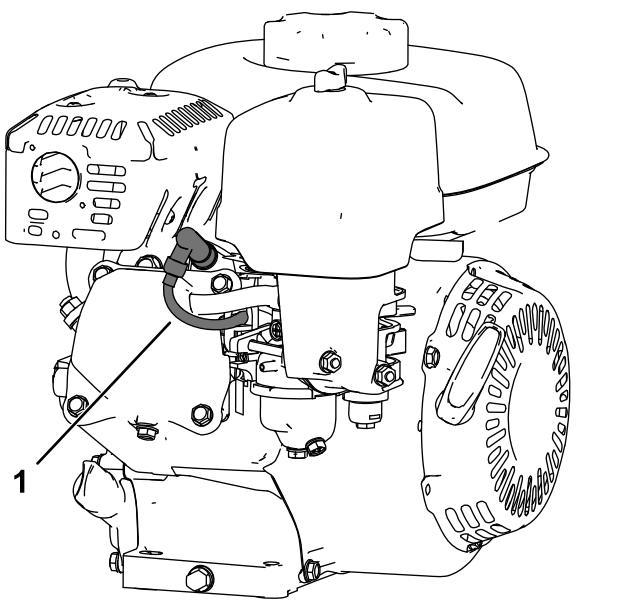

Figure 8
5. Débranchez le fil de la bougie (Figure 8).